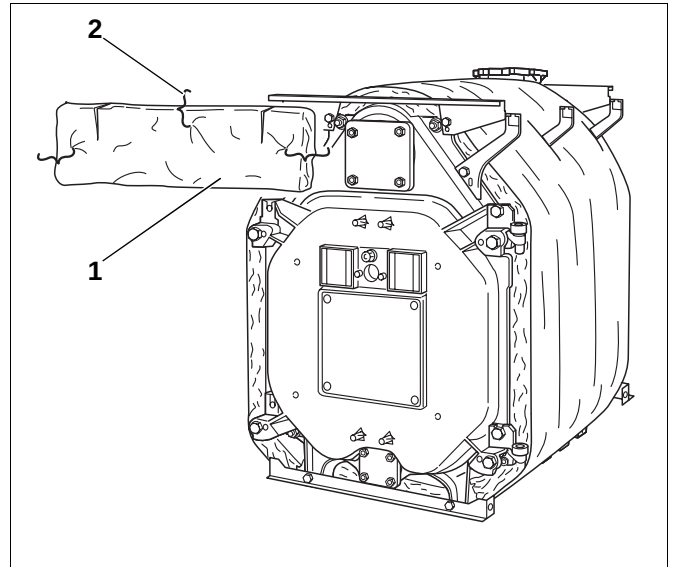

Fig. 43 Montage – isolasjon foran
- Legg den firkantede isolasjonen (fig. 43, **pos. 1**) over døren foran med innsnittene opp.
- Fest isolasjonen til blokkisolasjonen ved hjelp av 3 spennfjærer (fig. 43, **pos. 2**).